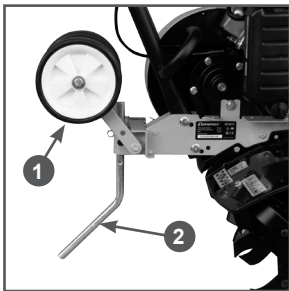

Рис. 14 Установка сошника и колес в рабочее положение
2. Переведите транспортировочные колеса 1 в рабочее положение (Рис. 14).
3. Установите сошник 2 в рабочее положение (Рис. 14). Вставьте сошник в паз кронштейна, совместите нужное отверстие в сошнике с отверстием в кронштейне и вставьте палец крепления сошника. Зафиксируйте палец шплинтом.